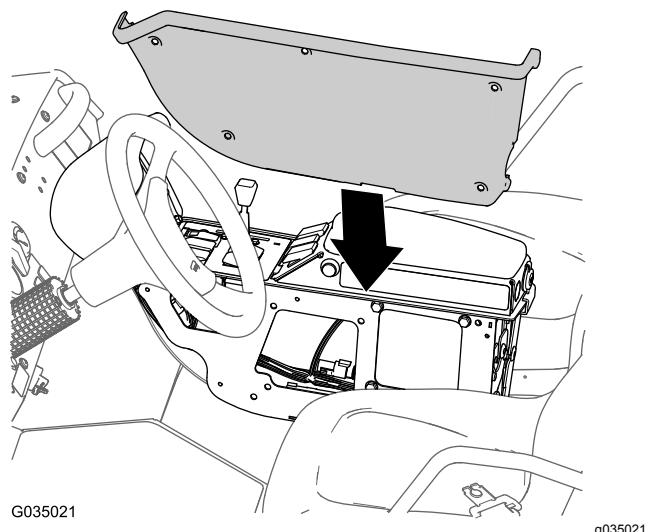

図 119
- 6. ステップ 3 スプレーヤポンプシャットアウト回路用のワイヤハーネスを敷設する (ページ 48) で外したカバーを、中央コンソールの左側に合わせる (図 119)。